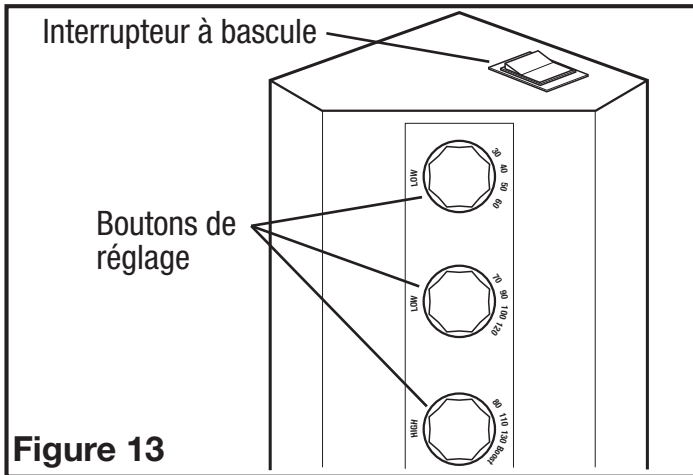

Figure 13
4. **MODÈLES À VITESSE VARIABLE :** Décidez d'abord si vous aurez besoin de plus ou de moins de 65 CFM de ventilation à vitesse lente. Si vous avez besoin de moins de 65 CFM, placez l'interrupteur à bascule de la limite inférieure de CFM sur une portée de 30-60. Si vous avez besoin de plus de 65 CFM, placez l'interrupteur à bascule de la limite inférieure de CFM sur une portée de 70-120. Une fois que vous avez décidé sur le flux d'air minimum requis, le niveau de CFM à basse vitesse du ventilateur peut être ajusté à l'aide du bouton de réglage inférieur (30-60 CFM) ou du bouton de réglage du milieu (70-120 CFM). Le niveau de CFM à haute vitesse souhaité peut être ajusté en utilisant le plus supérieur bouton de réglage (Figure 13).